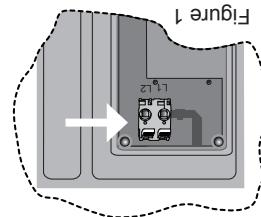

Figure 1
2. Repérez la borne grise, située près de la partie supérieure du contrôleur, Figure 1. Retirez la porte d'accès du contrôleur.